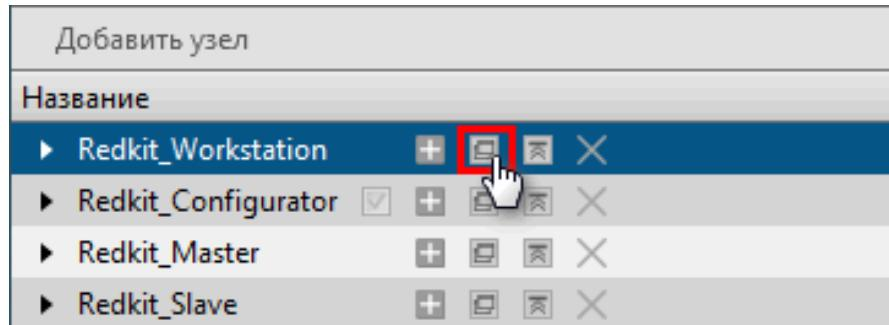

Рисунок 84 - Клонировать узел
1. У узла *Redkit\_Workstation* нажмите на кнопку **Клонировать узел** (Рисунок 84). Будет создан узел *Redkit\_Workstation\_clone*.